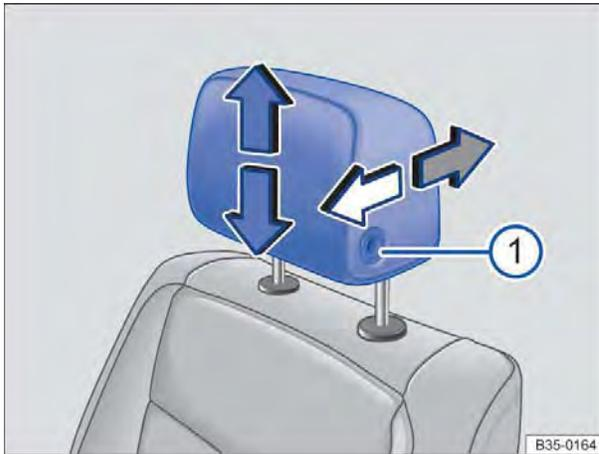
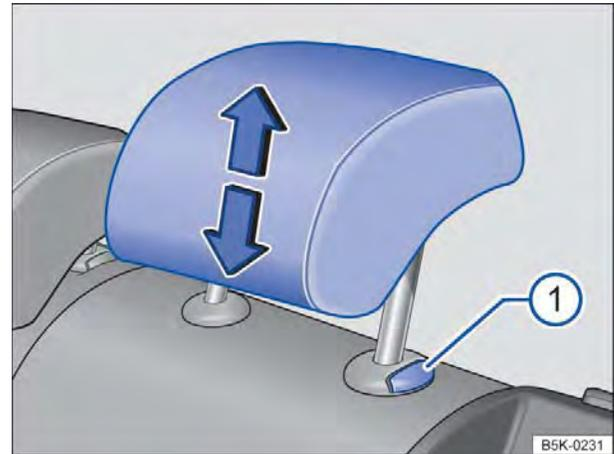

Fig. 46 Ajustar o apoio para cabeça dianteiro.
Fig. 47 Ajustar o apoio para cabeça traseiro.
- Empurrar o apoio para cabeça para cima no sentido da seta ou, com o botão \Rightarrow Fig. 46 ou \Rightarrow Fig. 47 pressionado, empurrar para baixo \Rightarrow .
- Empurrar o apoio para cabeça para frente na direção da seta ou para trás com o botão \Rightarrow Fig. 46 pressionado.